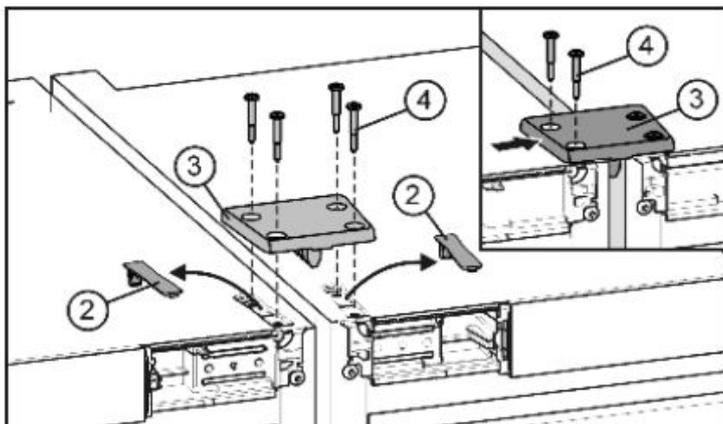

図5
- ・カバー 図5(2)を緩めて外します。
- ・接合プレート③は自動的に機器の高さを調節します。
接合プレート 図5(3)を指定の場所に置き、それを緩く2本のネジ図5(4)で一方の機器に固定します。